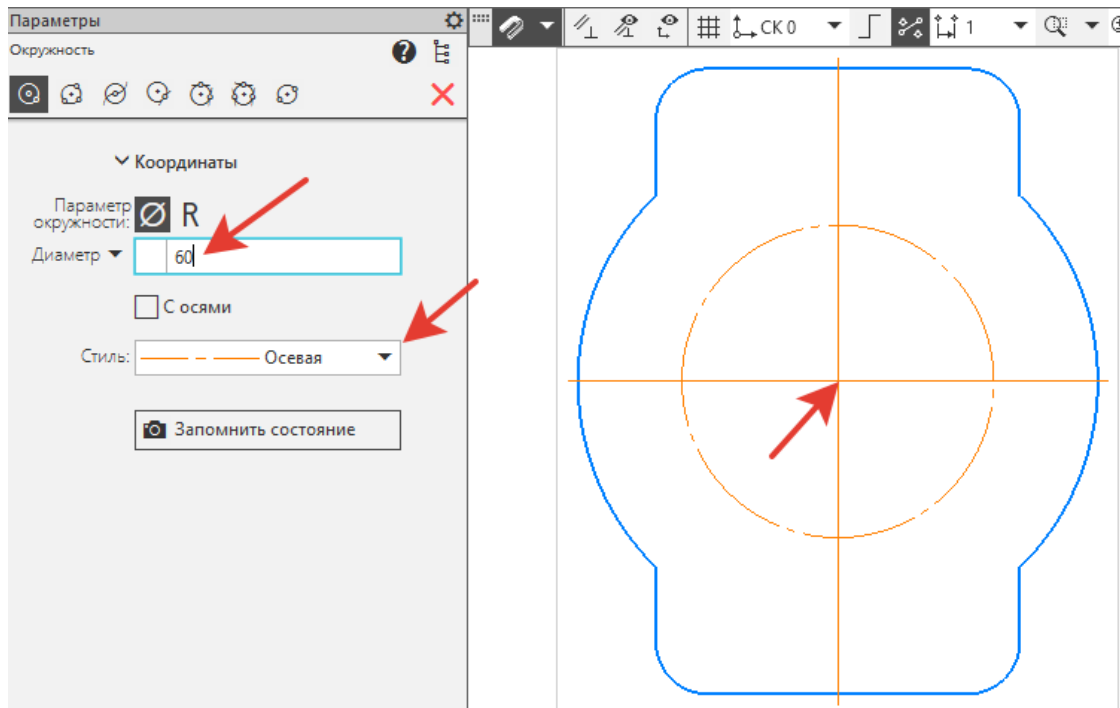

Рисунок 16.
9. В центре прямоугольника постройте еще одну окружность: **Диаметр - 60, Стиль - Осевая** (рисунок 16).